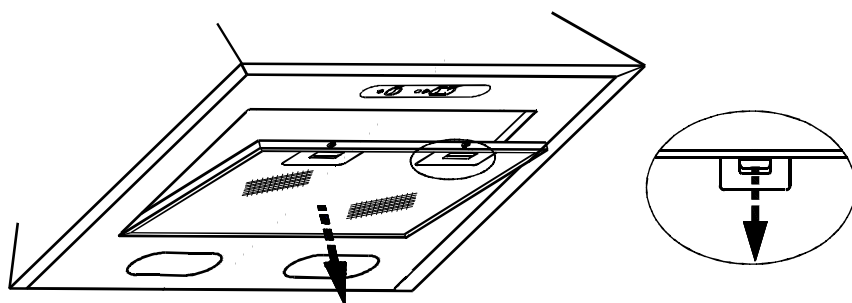

РИС. 8
- снимите алюминиевый фильтр (рис. 8);
8.3 Для очистки алюминиевого фильтра извлеките его из зонта (рис. 8) и произведите его очистку с помощью щетки горячим водным раствором нейтрального моющего средства вручную или в посудомоечной машине (при 60°C).
- перед установкой зонта снимите алюминиевые фильтры (рис. 8);